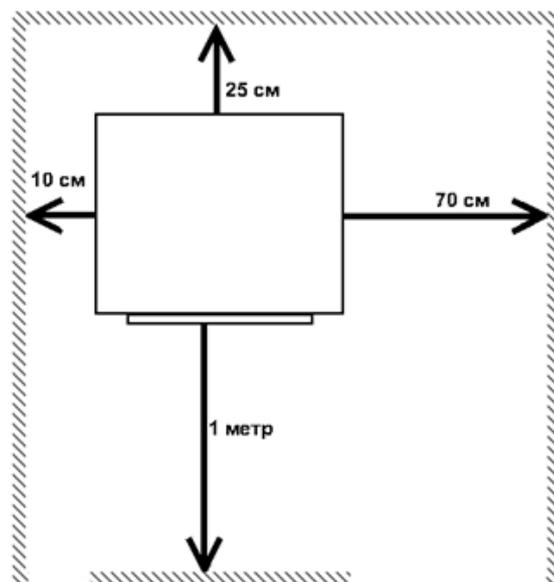

Рисунок 2.1. Схема расположения котла внутри помещения
7.1.4. Для обеспечения возможности обслуживания котла свободное пространство перед котлом должно быть не менее 1 м, от задней стенки котла до стены не менее 25 см (в случае установки вентилятора предусмотреть соответствующее расстояние), от одной боковой стенки котла до стены не менее 10 см, от второй - не менее 70 см (рис.2.1).